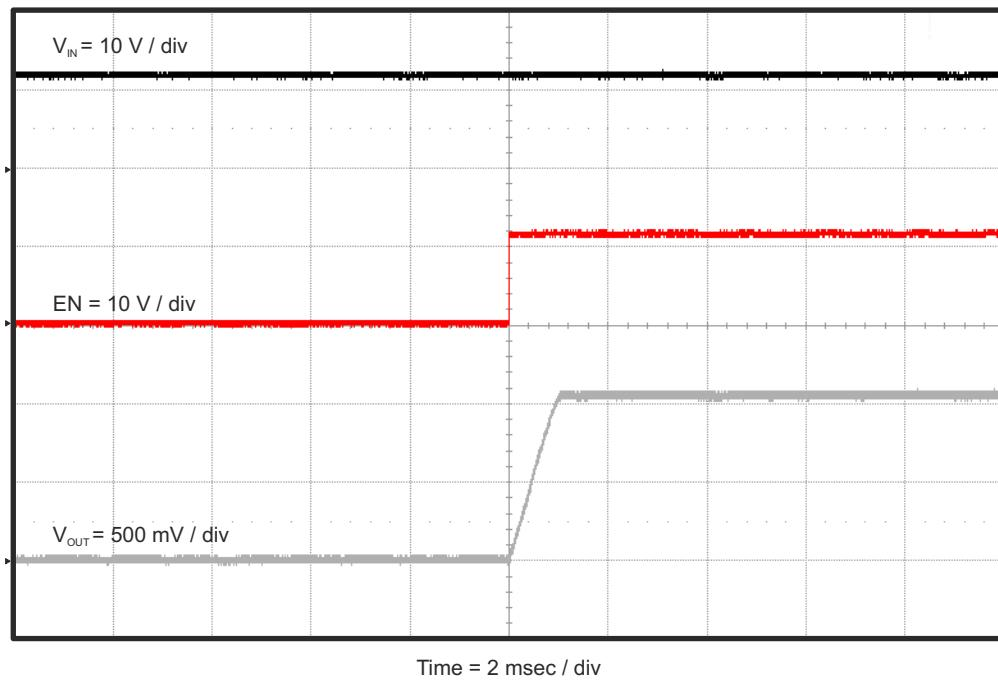

图 4-9. TPS562209EVM-601 相对于 EN 的启动波形
TPS562209EVM-601 相对于使能 (EN) 的启动波形如图 4-9 所示。负载 = 1Ω 电阻。